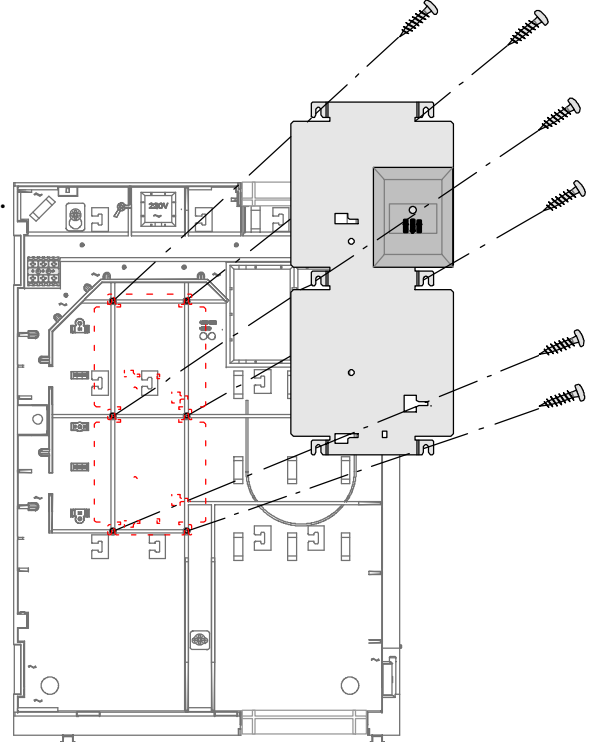

Bild 3 Befestigung der Montageplatte
- Befestigen Sie die Montageplatte mit den beiliegenden Schrauben am Rahmen (Bild 3).